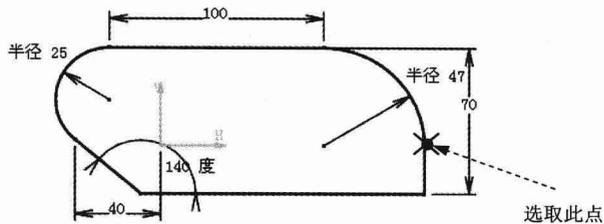

图 1.7 约束相合
Step7. 约束草图上的点与水平 H 轴相合，如图 1.7 所示。